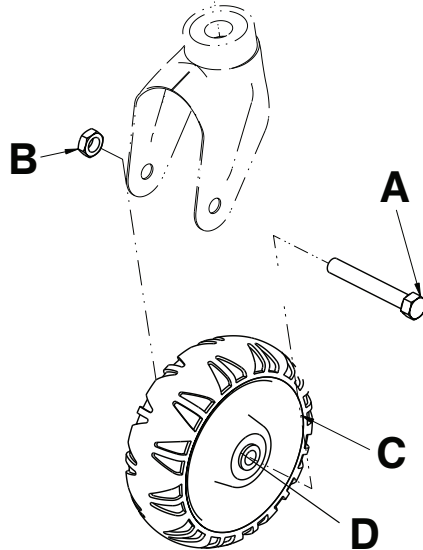

Abbildung 4 – Tragenrad ohne Radabdeckungen
2. Mit einem 5/8"-Steckschlüssel mit einer Ratsche mit 3/8"-Antrieb und einem 11/16"-Kombischlüssel die Innensechskant-Senkschraube (A) und die Mutter (B) entfernen, mit denen das Rad (C) an dem Laufrollhorn befestigt ist (Abbildung 4). Befindet sich an der rechten Seite des Patienten am Fußende der Trage, die mit der angebrachten Radführungsbaugruppe verwendet wird. Die Schraube aufheben. Die Mutter entsorgen.
3. Die zwei Buchsen (D) vom Rad nehmen und entsorgen (Abbildung 4).